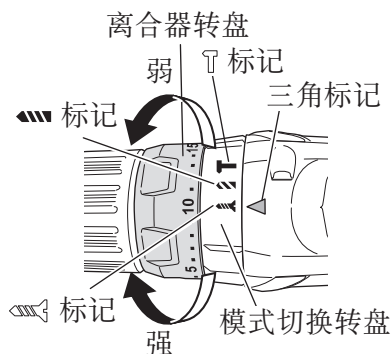

图 13
#### (2) 旋紧转矩的指示（请参照第 14 页的图 10 和第 15 页的图 13）
#### (3) 调节旋紧转矩（请参照第 14 页的图 10 和第 15 页的图 13）